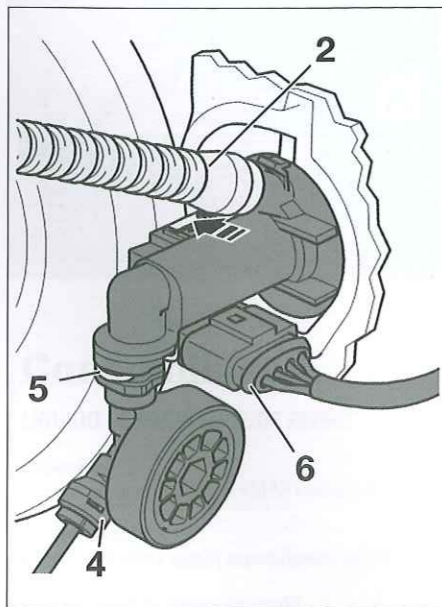

Fig. 6
- Desconectar la tubería de alimentación (4) teniendo previamente desmontada la grapa de seguridad (5) (Fig.6).
- Desconectar el conector eléctrico del captador de posición de embrague (6).